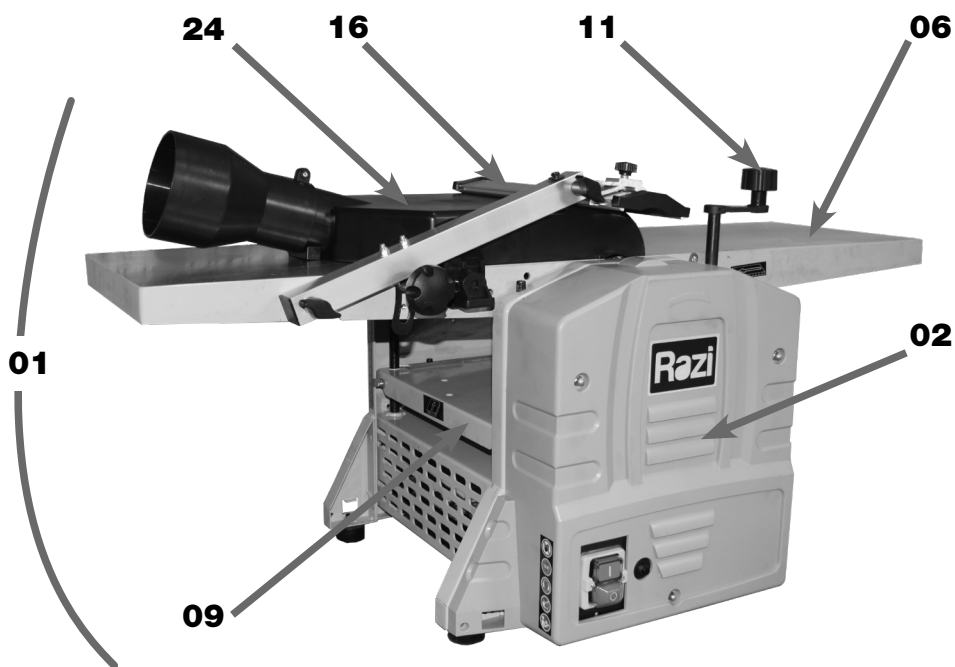
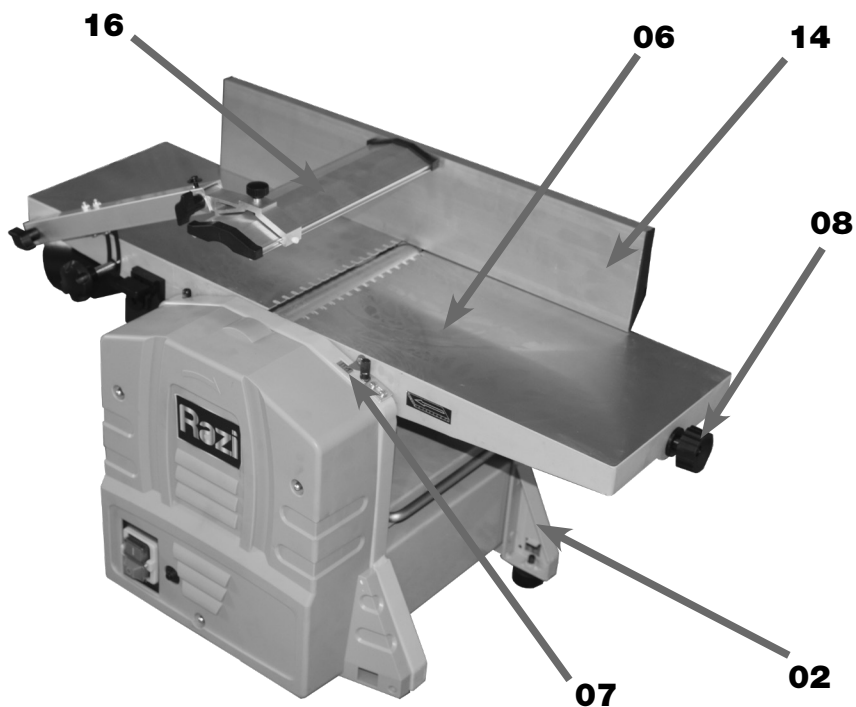

FIGURA 01 – Desengrossadeira e Desempenadeira
FIGURA 03 – Guia Paralela e Proteção da Lâmina
Quando houver intervenção de manutenção, é necessário DESLIGAR a máquina pelo Botão de Parada (03B) (figura 03) e DESCONECTAR o Plugue (34) da tomada (figura 01) da rede elétrica de energia. Desta forma, a máquina não oferece RISCO DE CHOQUE ELÉTRICO;
A **DESENGROSSADEIRA E DESEMPENADEIRA 8" e 10"** da **Razi** foram desenvolvidas pelos critérios de qualidade, segurança, modernidade e tecnologia, a fim de atender as necessidades do usuário, em conformidade com as normas técnicas aplicáveis (figura 01).
A parte superior é composta pela Mesa de Desempeno (06) fixada no Conjunto da Base (02) a qual é utilizada para desempenar (endireitar) as peças de madeira, esta Mesa (06) pode ter sua altura ajustada através do Manípulo (08), a Mesa (06) possui uma Escala (07) para auxiliar nos ajustes conforme desejado (figura 03).
Na Mesa de Desempeno (06) é possível instalar acessórios que auxiliam na operação do desempeno como, a Guia Paralela (14) sendo ajustável, cuja função é servir de apoio ao material e a Proteção da Lâmina (16) sendo ajustável conforme o tamanho do material a ser trabalhado, necessária para não deixar a lâmina exposta e evitar acidentes (figura 03).